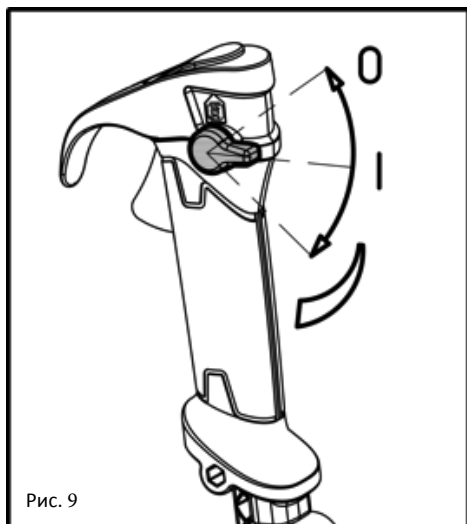

Рис. 9
1. Установите переключатель (8) в среднее положение «I» (рис. 9).
- Установите переключатель дроссельной заслонки (8) в среднее положение «I» (рис. 9).
- Поверните переключатель дроссельной заслонки против часовой стрелки до упора (рис. 9).